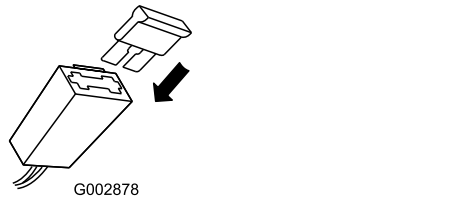

Figure 41
2. Remplacez le fusible dans le porte-fusible (Figure 41).